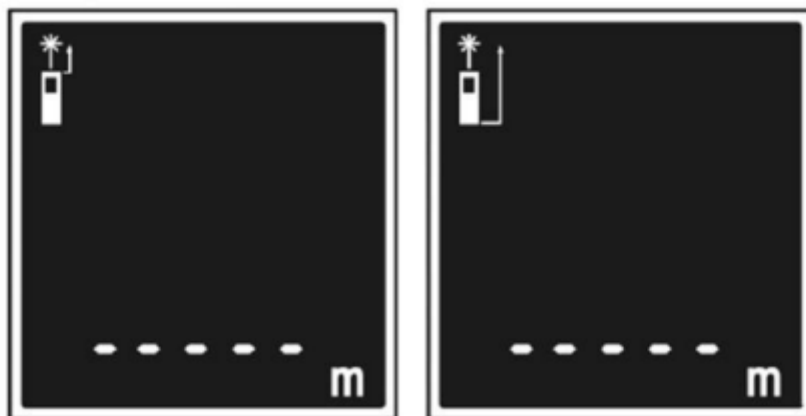

Рис.1
- Когда измеритель включен, кратковременное нажатие кнопки настройки точки отсчета (8) изменит этот параметр (Рис. 1). Вы можете установить точку отсчета для выполнения измерений по нижнему или по верхнему краю дальномера.